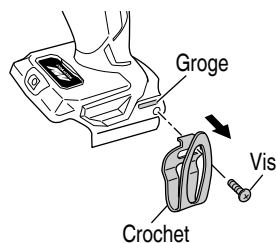

Fig. 20
- (1) Dépose du crochet.
- Enlevez les vis qui maintiennent le crochet, à l'aide d'un tournevis Philips. (Fig. 20)